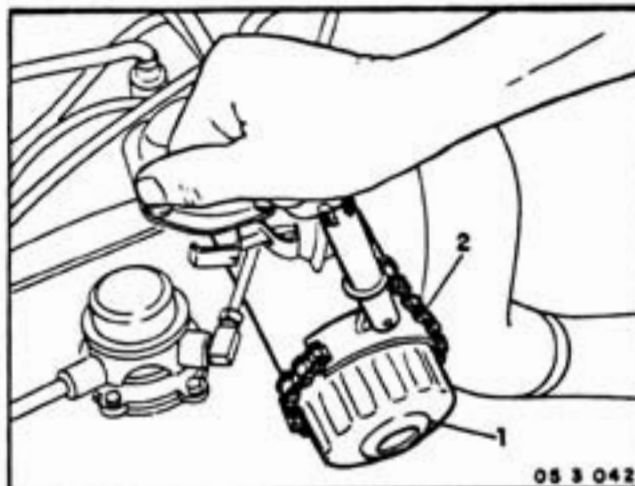
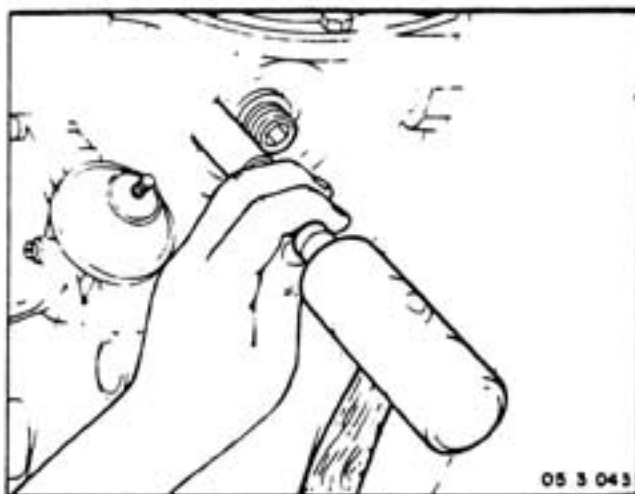

FIGURA 4
FIGURA 6
1. Remover o filtro de óleo lubrificante (1), desenroscando-o do bloco do motor. Se for necessário, usar a cinta de remoção (sacador) (2) código 2692-806-045 (figura 4).
1. Remover o filtro de óleo lubrificante (1) usando, se for necessário, a cinta de remoção (sacador) código 2692-806-045 (figura 4).
2. Verificar se a válvula de alívio (2) está rachada ou quebrada. Em caso afirmativo, remover a válvula com auxílio de uma chave de fenda.
3. Instalar a nova válvula de alívio (2), encaixando-a com auxílio de um tarugo adequado (figura 6).